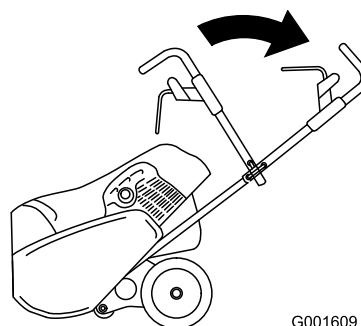

Figure 4
3. Pivotez la partie supérieure du guidon à la position d'utilisation (Figure 4).